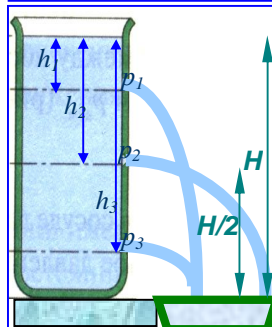
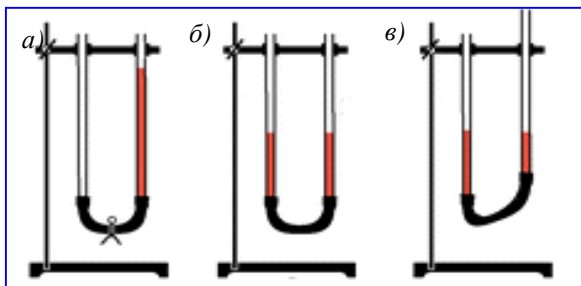
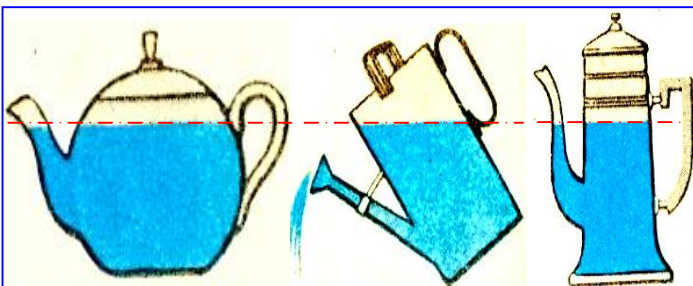

Рис. 36.3. Сосуд с водой и отверстиями на разных высотах.
Рис. 37.3. Сообщающиеся сосуды в виде трубок, соединенных резиновой трубкой.
Рис. 38.3. Лейка, чайник, кофейник – примеры бытовых сообщающихся сосудов.
1. Возьмите высокий сосуд. В боковой поверхности его на разной высоте от дна сделайте три небольших отверстия. Закройте отверстия спичками и наполните сосуд водой. Откройте отверстия и проследите за струйками вытекающей воды (рис. 36.3). Почему вода вытекает из отверстий? Из чего следует, что давление увеличивается с глубиной? Почему струя на высоте $H/2$ бёт дальше всего?
На рис. 37.3 изображены два сосуда в виде стеклянных трубок, соединенные между собой резиновой трубкой. Такие сосуды называют *сообщающимися*. Из опыта мы знаем, что вода, налитая, например, в чайник или лейку, стоит всегда в резервуаре чайника или лейки и в боковой трубке на одном уровне (рис. 38.3).
Например, в начале опыта (см. рис. 36.3,а) зажмём резиновую трубку в середине и в одну из трубок нальём воду. Затем зажим откроем. Вода начнёт перетекать в другую трубку до тех пор, пока поверхности воды в обеих трубках не установятся на одном уровне (рис. 36.3,б). Можно закрепить одну из трубок в штативе, а другую поднимать, опускать или наклонять в стороны. И в этом случае, как только жидкость успокоится, её уровни в обеих трубках будут одинаковыми (рис. 36.3,в). На этом и основано устройство бытовых сообщающихся сосудов, рис. 38.3.
Жидкость покоится, не перемещаясь из одного сосуда в другой (см. рис. 36.3,б). Значит, давления в обоих сосудах на любом уровне одинаковы. Жидкость в обоих сосудах одна и та же, т. е. имеет одинаковую плотность ρ . Следовательно, должны быть одинаковы и ее высоты h . Когда мы поднимаем один сосуд или доливаем в него жидкость, то давление p в нем увеличивается и жидкость перемещается в другой сосуд до тех пор, пока давления не станут одинаковыми.
4. Изменится ли расположение жидкости (см. рис. 36.3), если правый сосуд будет шире левого? уже левого? если сосуды будут иметь разную форму?